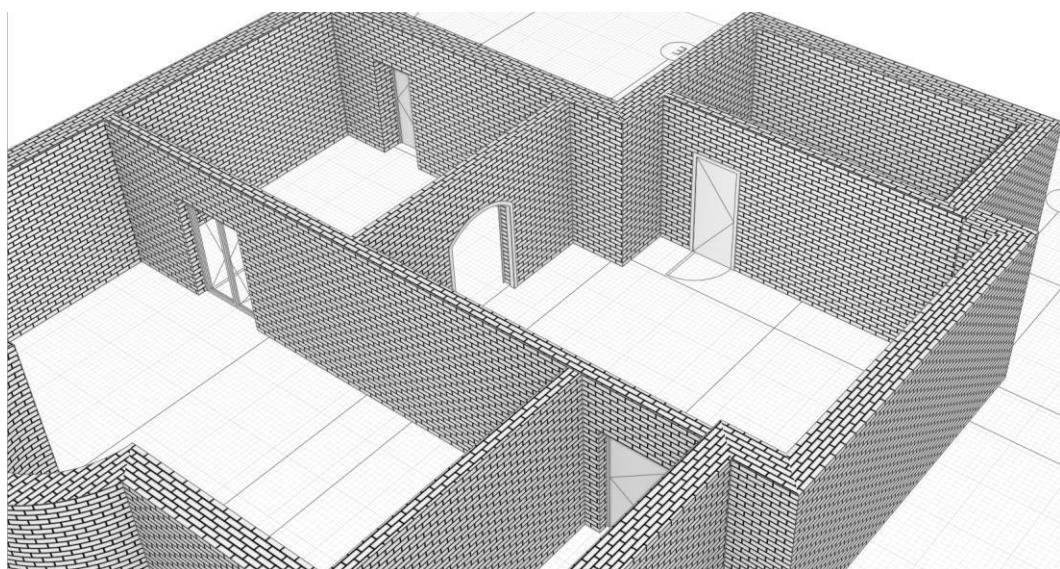

Рис. 6 Вставка дверей
**однопольная распашная (глухое темное)**, марка – **Д5**. Вставляем дверь (рис. 6)